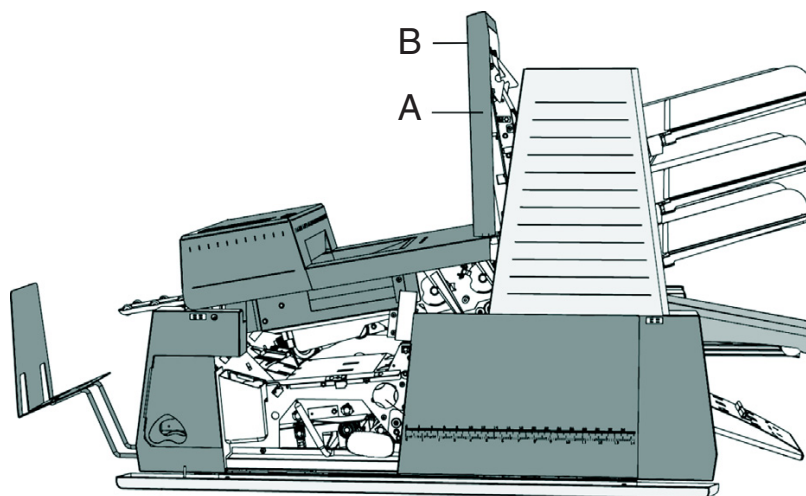

Abb. 32
- Ziehen Sie den Handgriff B (Abb. 32) nach oben, um die obere Abdeckung A (Abb. 32) zu öffnen.